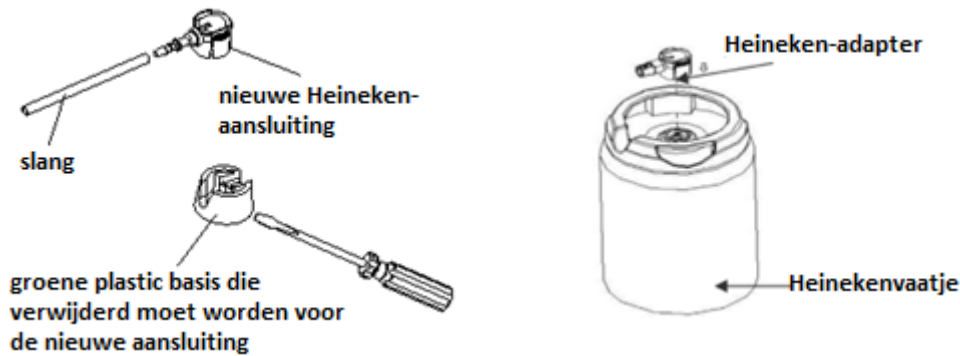

FIGUUR 3
4. Controleer dat de infrarooddetectie-LED (getoond in figuur 3), links en rechts aan de binnenkant van het koelsysteem niet vies of beschadigd is. Als het biervaatje niet in het koelvat zit, werkt het apparaat niet zoals normaal, het display toont de 'OP'-code.